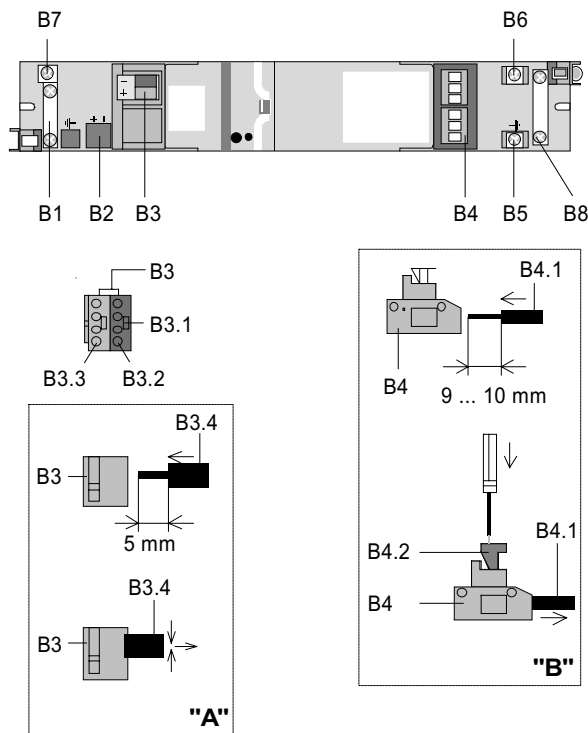

Bild 3: Anschlüsse
Busklemme abziehen (Bild 3)
Busklemme aufstecken (Bild 3)
Anschließen der Busleitung (Bild 3 "A")
- Der Leitungsmantel der Busleitung ist mit der Leitungsfixierung (B1) am Gehäuse des Einbaugerätes zu befestigen. Wird eine Leitung mit Abschirmung verwendet, kann diese an der Klemme (B7) festgeschraubt werden (Bild 3).
- Die Aussparung (B2) dient zur Aufnahme eines Überspannungsschutzes. Die Anschlüsse werden parallel zu der Buslinie in die Busklemme eingesteckt (Bild 3).
5WG1 521-4AB02Abklemmen der Busleitung (Bild 3 "A")
Laststromkreise anschließen (Bild 3 "B")
- Der Leitungsmantel ist mit der Leitungsfixierung (B8) am Gehäuse des Einbaugerätes zu befestigen (Bild 3).
Die Klemmen (B5) und (B6) dienen zur Verbindung von N-Leitern (B6) und PE-Leitern (B5) mehrerer Leitungen (Bild 3).
Laststromkreise abklemmen (Bild 3 "B")